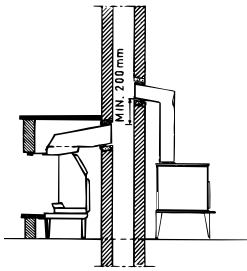

Fig. 1
**NB! Vedovn i samme etasje bør ha røykuttak minst 200 mm høyere enn peisinnsats (se fig. 1).**